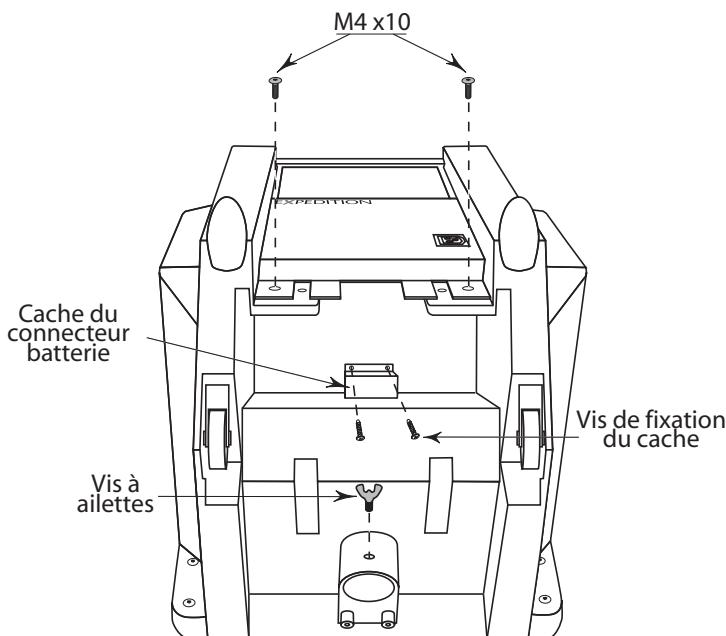

figure 1
- 1 Placez-vous derrière l'enceinte Expedition et posez celle-ci face contre terre sur une surface lisse de manière à ne pas abîmer la grille. (figure 1)